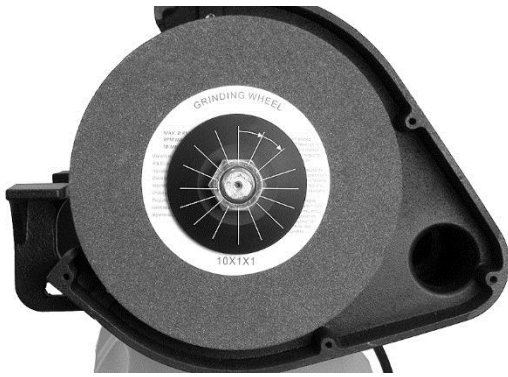

Abb. 8-2: Scheibe auswuchten
2. Wenn der Seitenschlag damit nicht behoben ist, wiederholen Sie Schritt 1 und drehen Sie den Außenflansch schrittweise in die gleiche Richtung. Siehe Abb. 8-2: Achten Sie darauf, dass die Scheibe immer in der gleichen Position bleibt.